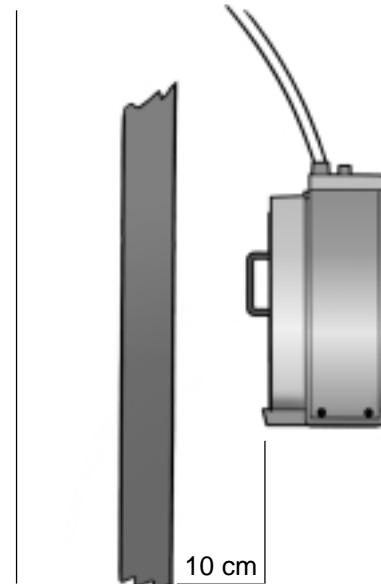

Fig. 5
- La parte posteriore sia ad una distanza di almeno 10 cm da qualsiasi ostacolo (tende, pareti, ecc.) (Fig. 5).
- the rear part is at least 10 cm away from any obstacles (curtains, walls, etc.) (Fig. 5).
- die Geräterückseite wenigstens 20 cm von Vorhängen, Wänden u.a. behindernden Gegenständen entfernt ist (Abb. 5).
- La parte posterior esté a una distancia de por lo menos 10 cm. de cualquier obstáculo (cortinas, paredes, etc.) (Fig. 5).
- de achterkant zich op een afstand van minimaal 10 cm van welk obstakel dan ook bevindt (gordijnen, wanden enz.) (fig. 5).